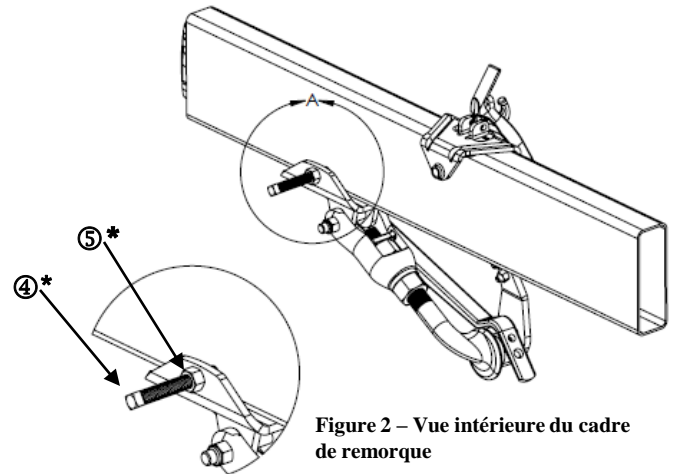

Figure 2 – Vue intérieure du cadre de remorque
- Placer temporairement le support de chaîne à la distance indiquée pour débiter. (Lors de l'accouplement, la position du support doit être ajustée de façon que la chaîne se trouve à la verticale avant le remorquage). Serrer le boulon du support de chaîne illustré à la figure 2 contre le cadre.